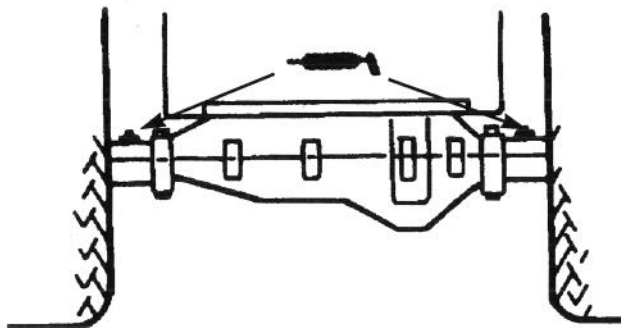

Bild 13
2. Die Hinterachse mit 3–4 Stößen von Schmierfett abschmieren (Bild 13).